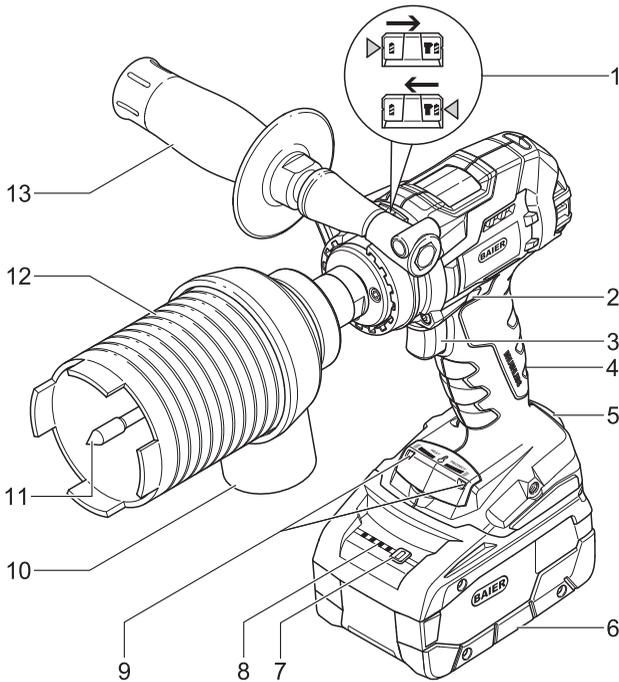

Abb. 1: Produktaufbau
- leuchten die beiden LEDs Überhitzungsschutz (9) rot auf (→ Abb. 1: Produktaufbau; Seite 22).